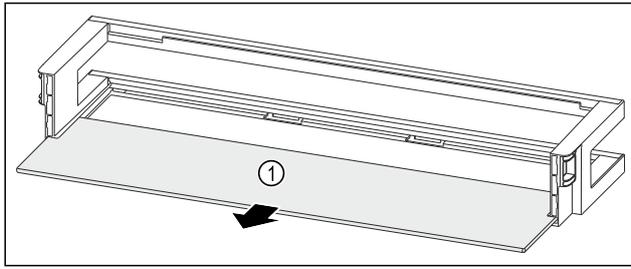

Fig. 50 Estantes en la contrapuerta con estante
- ▶ Retire el estante Fig. 50 (1).